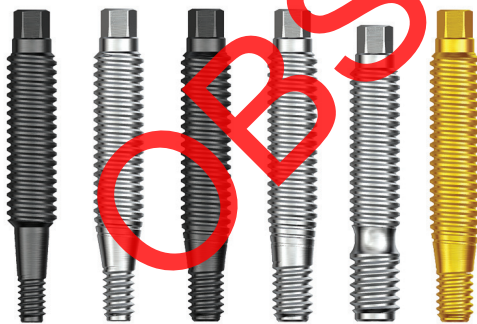
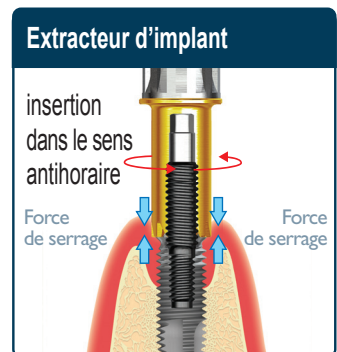

Fig. 4
Fig. 5
- Une fois la vis d'extracteur d'implant en place (Fig. 4), vissez manuellement l'extracteur d'implant (Fig. 5) sur la vis d'extracteur d'implant **dans le sens antihoraire**.